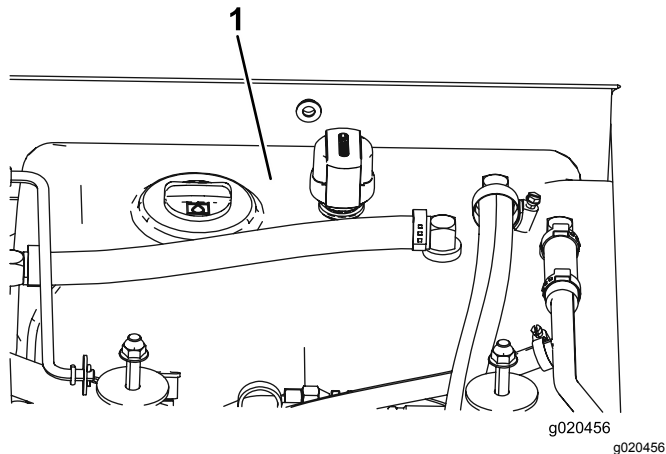

Figura 97
4. Encha o reservatório (Figura 97) com fluido hidráulico; consulte Verificar o fluido hidráulico (página 68).